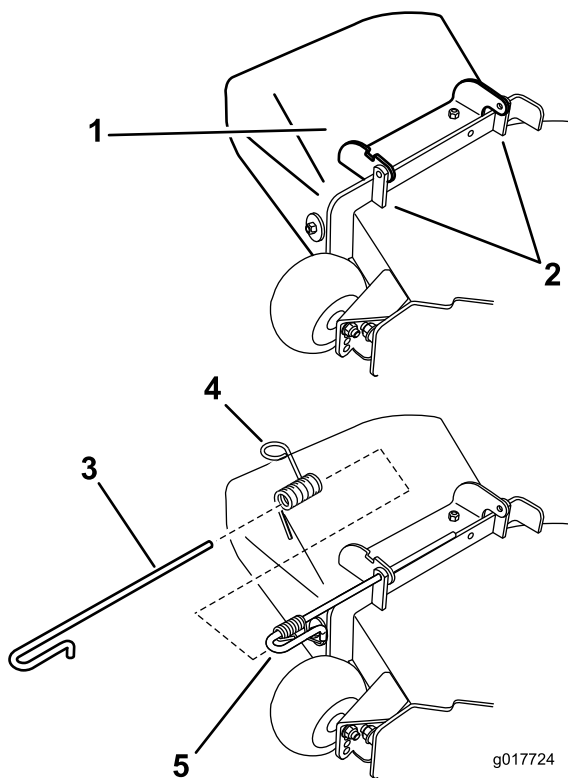

Figure 71
1. Désengagez le ressort du cran dans le support de déflecteur et sortez la tige des supports soudés du tablier, du ressort et de du déflecteur d'éjection (Figure 71). Enlevez le déflecteur s'il est endommagé ou usé.
2. Positionnez le nouveau déflecteur d'éjection en plaçant les extrémités du support entre les supports soudés du tablier, comme illustré à la Figure 71.